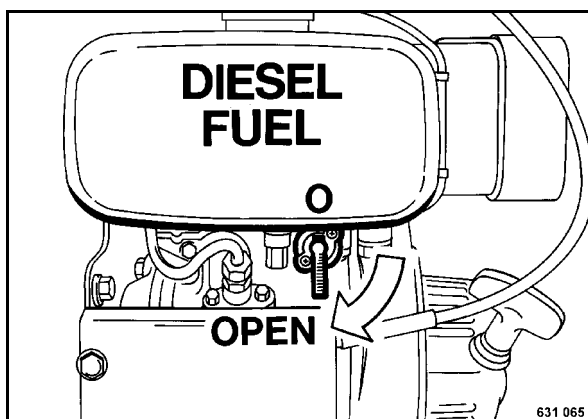

Fig. 21
- Abrir la llave de combustible (Fig. 21) .